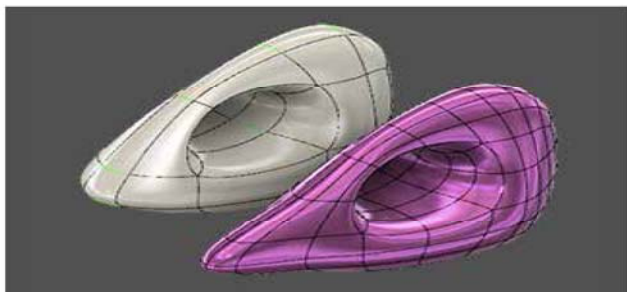

图 2-105
(3) **细分**：将一个或多个面划分为面的子集（见图 2-105）。选择要分割的面，按住 Ctrl 键（Windows）或 Command 键（Mac）以选择多个面。